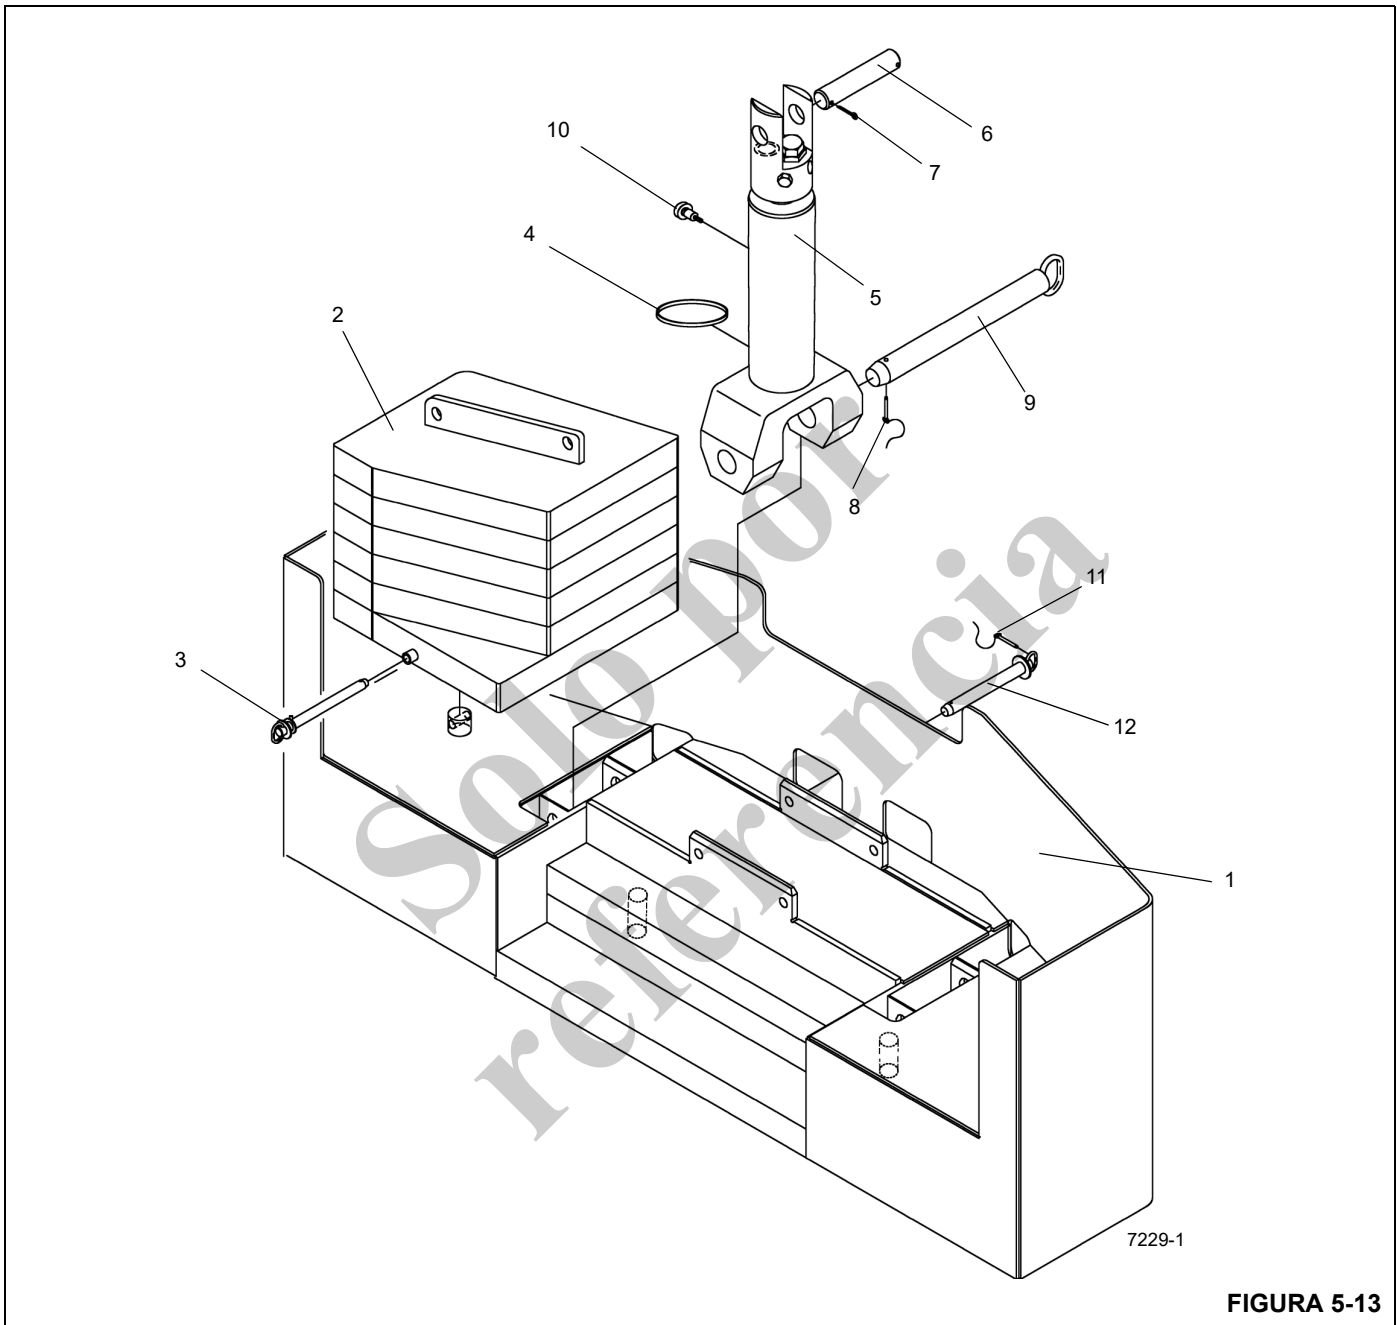

FIGURA 5-13
Se prohíbe ajustar los soportes del pedestal de contrapeso (1) (Figura 5-12) cuando el contrapeso (1) (Figura 5-13) está apoyado sobre ellos.
- Al instalar el contrapeso (1) (Figura 5-13), asegúrese de que los dos pasadores hidráulicos de montaje de la estructura del malacate auxiliar (7) (Figura 5-14) estén completamente extendidos y que los pasadores de retención estén en su lugar antes de elevar el contrapeso.
- Antes de quitar los pasadores de la estructura del malacate auxiliar (7) (Figura 5-14), baje y apoye seguramente todos los contrapesos. Antes de bajar la estructura del malacate auxiliar (7) (Figura 5-14), asegúrese de que la estructura esté correctamente apoyada por los cilindros de retiro de contrapeso (5) (Figura 5-13) y que ambos pasadores hidráulicos de montaje estén completamente retraídos.
6. No desconecte las líneas de los cilindros de retiro del contrapeso (5) (Figura 5-13) por el momento.
NOTA: Podría ser necesario retraer los cilindros de retiro de contrapeso (5) (Figura 5-13) para quitar el peso de los pasadores (12) (Figura 5-13) que fijan el contrapeso a la estructura del malacate auxiliar.
7. Retire los pasadores de enganche (11) (Figura 5-13) y los pasadores de fijación de contrapeso a la estructura del malacate (12) (Figura 5-13). Éstos son accesibles a través de los agujeros en la parte trasera del contrapeso (1) (Figura 5-13).
8. Utilice las palancas de retiro (6) (Figura 5-14) para extender los cilindros de retiro (5) (Figura 5-13) y cuidadosamente baje el contrapeso (1) (Figura 5-13) sobre sus soportes.
11. Retraiga los cilindros de retiro de contrapeso (5) (Figura 5-13) y cuidadosamente baje la estructura del malacate auxiliar (7) (Figura 5-14) sobre el contrapeso.
13. Fije el contrapeso (1) (Figura 5-13) a la estructura del malacate auxiliar (7) (Figura 5-14) con los pasadores de fijación (12) (Figura 5-13) del contrapeso a la estructura del malacate y los pasadores de enganche (11) (Figura 5-13).
No intente separar la estructura del malacate auxiliar (7) (Figura 5-14) del contrapeso (1) (Figura 5-13) cuando está en el pedestal de contrapeso (1) (Figura 5-12). La estructura del malacate auxiliar (7) (Figura 5-14) puede chocar contra el contrapeso (1) (Figura 5-13) y hacerlo caer del pedestal.
Con el contrapeso pesado retirable opcional (2) (Figura 5-13), no utilice las orejetas de elevación del contrapeso para levantar el contrapeso y la estructura del malacate auxiliar. Las orejetas de elevación del contrapeso pesado han sido diseñadas exclusivamente para levantar el contrapeso pesado retirable.
15. Fije un dispositivo de elevación adecuado con eslingas a la estructura del malacate auxiliar (7) (Figura 5-14). Utilice la grúa para transferir cuidadosamente la estructura del malacate auxiliar (7) (Figura 5-14) y el contrapeso (1) (Figura 5-13) al suelo o a un vehículo de transporte apropiado.
NOTA: El paso 16 corresponde al contrapeso pesado retirable (2) (Figura 5-13).
16. Si se desea, reduzca el peso del contrapeso retirando los dos miembros soldados (2) (Figura 5-13) del contrapeso. Para retirar los miembros soldados, conecte un dispositivo de elevación adecuado con eslingas a las orejetas de elevación. Extraiga los pasadores para soltar los miembros soldados del contrapeso. Utilice el dispositivo de elevación para retirar los miembros soldados.
Arme el contrapeso estándar retirable (1) (Figura 5-13) y la estructura del malacate auxiliar (7) (Figura 5-14) sobre el suelo o sobre un vehículo de transporte adecuado. No intente armarlos en el pedestal de contrapeso. La estructura del malacate auxiliar puede chocar contra el contrapeso y hacerlo caer del pedestal.
Arme el contrapeso pesado retirable (2) (Figura 5-13) y la estructura del malacate auxiliar (7) (Figura 5-14) sobre el suelo o sobre un vehículo de transporte adecuado. No intente armarlos en el pedestal de contrapeso (1) (Figura 5-12). La estructura del malacate auxiliar (7) (Figura 5-14) puede chocar contra el contrapeso y hacerlo caer del pedestal.
El conjunto de contrapeso pesado retirable (2) (Figura 5-13) debe instalarse con los dos contrapesos pesados. El uso de solamente un contrapeso pesado puede resultar en una grúa inestable.
NOTA: El paso 3 corresponde al contrapeso pesado retirable (2) (Figura 5-13).
3. Fije un dispositivo de elevación adecuado con eslingas a cada orejeta de elevación de miembro soldado del contrapeso pesado. Utilice el dispositivo de elevación para instalar cuidadosamente los dos miembros soldados (2) (Figura 5-13) del contrapeso pesado en su lugar en la estructura del malacate auxiliar (7) (Figura 5-14). Fije los miembros soldados en su lugar con los pasadores.
4. Utilice un dispositivo de elevación adecuado con eslingas fijado a la estructura del malacate auxiliar (7) (Figura 5-14) para colocar cuidadosamente la estructura del malacate auxiliar (7) (Figura 5-14) en el contrapeso (1) (Figura 5-13).
5. Fije el contrapeso (1) (Figura 5-13) a los cilindros de retiro del contrapeso (5) (Figura 5-13) con los pasadores
de fijación de cilindro a contrapeso (9) (Figura 5-13) y los pasadores de enganche (8) (Figura 5-13). Fije el contrapeso (1) (Figura 5-13) a la estructura del malacate auxiliar (7) (Figura 5-14) con los pasadores de fijación (12) (Figura 5-13) del contrapeso a la estructura del malacate y los pasadores de enganche (11) (Figura 5-13).
10. Retire los pasadores de enganche (8) (Figura 5-13) y los pasadores de fijación de contrapeso a la estructura del malacate (9) (Figura 5-13) para liberar la estructura del malacate auxiliar (7) (Figura 5-13) del contrapeso (1) (Figura 5-13).
11. Utilice las palancas del contrapeso (6) (Figura 5-14) para extender completamente los cilindros de retiro de contrapeso (5) (Figura 5-13) y cuidadosamente eleve la estructura del malacate auxiliar (7) (Figura 5-14) para alcanzar las placas adosadas en la plataforma de giro.
14. Retraiga los cilindros de retiro de contrapeso (5) (Figura 5-13) y eleve cuidadosamente el contrapeso (1) (Figura 5-13) a su posición de instalación (de trabajo).
15. Fije el contrapeso (1) (Figura 5-13) a la estructura del malacate auxiliar (7) (Figura 5-14) con los pasadores de fijación (12) (Figura 5-13) del contrapeso a la estructura del malacate.
16. Extienda lentamente los cilindros de retiro de contrapeso (5) (Figura 5-13) hasta que los pasadores de montaje del contrapeso al malacate (12) (Figura 5-13) acepten el peso del contrapeso (1) (Figura 5-13).